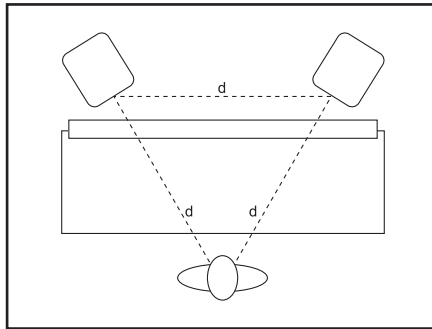

Abbildung 3.1
- *Mittelfeldkonfiguration* – Diese Konfiguration ähnelt der Nahfeldkonfiguration. Sie wird normalerweise bei größeren Monitoren verwendet oder wenn die Monitore zu groß oder zu schwer für die Meter-Bridge sind. Diese Anordnung hat das Potenzial für einen größeren Sweet Spot und bessere räumliche Abbildung. Achten Sie darauf, dass der Woofer höher als die Konsole angeordnet ist (Abbildung 3.1).